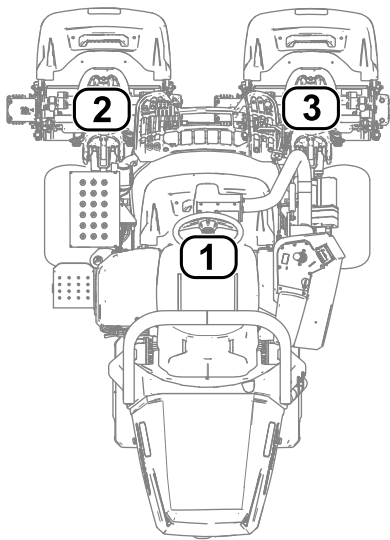

Bild 33
- **1** bezieht sich auf die mittlere Schneideinheit (Bild 33)
- **2** bezieht sich auf die vordere linke Schneideinheit (Bild 33)
- **3** bezieht sich auf die vordere rechte Schneideinheit (Bild 33)